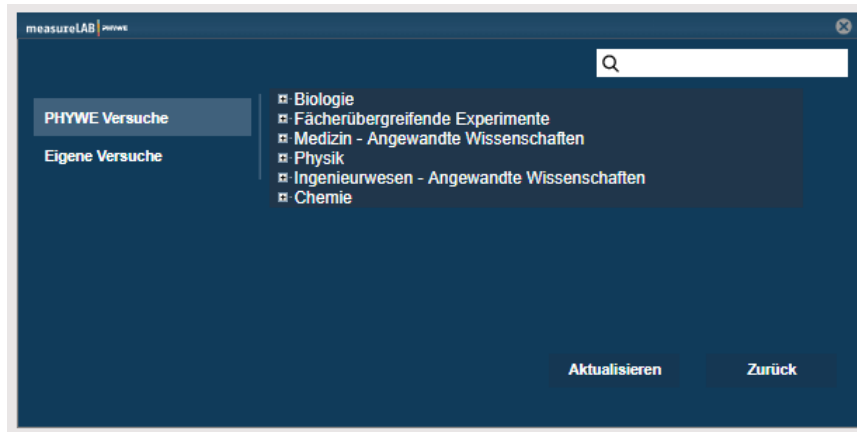

Abbildung 2: Versuche laden mit measureLAB
- 2. Versuch laden:** Mit dieser Option werden Sie zur PHYWE-Bibliothek geleitet, in der Sie das gewünschte Experiment auswählen können. Nach Auswahl des Experiments, klicken Sie auf Aktualisieren, daraufhin werden die erforderlichen Voreinstellungen automatisch heruntergeladen - dies kann einige Momente dauern. Sie können auch Ihre eigenen Experimente und die entsprechenden Einstellungen unter „Meine Versuche“ auswählen (Abbildung 2).